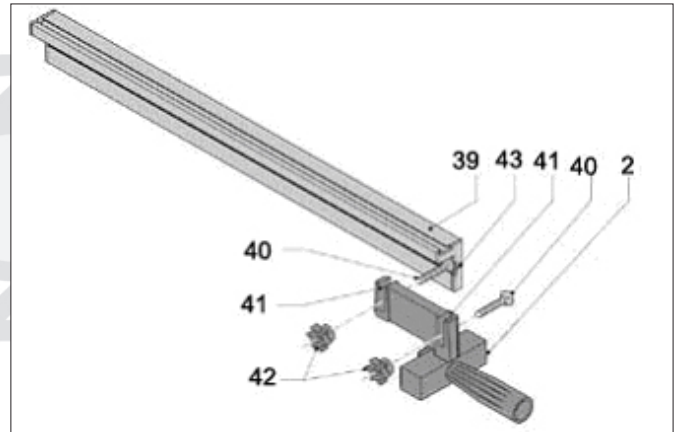

Abbildung 10
Schieben Sie zwei Bolzen (40) in eines der Profile am Parallelanschlag ein, und spannen Sie sie an den Ausfräsungen (41) des Handgriffs mithilfe der Rändelschrauben (42) wie in Abbildung 10 und 11 gezeigt fest. Beachten Sie, dass der Parallelanschlag in zwei Richtungen zeigen kann, sodass er entweder breit oder schmal ist.